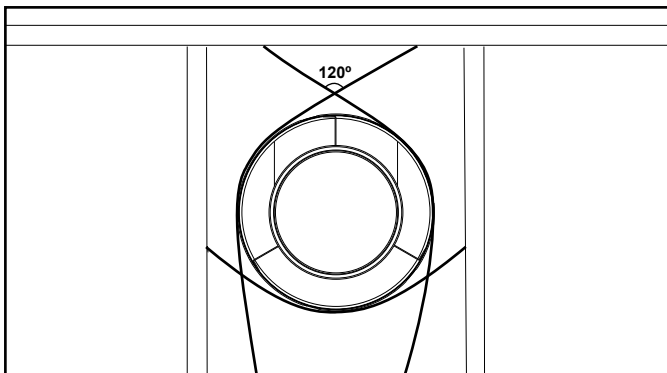

Figure 10.7 Mise en place des sections verticales du tuyau
- Il est possible d'utiliser un support de conduit ou une courroie de plombier (séparés à un angle de 120°) pour assurer le soutien. Voir les Figures 10.7 et 10.8.